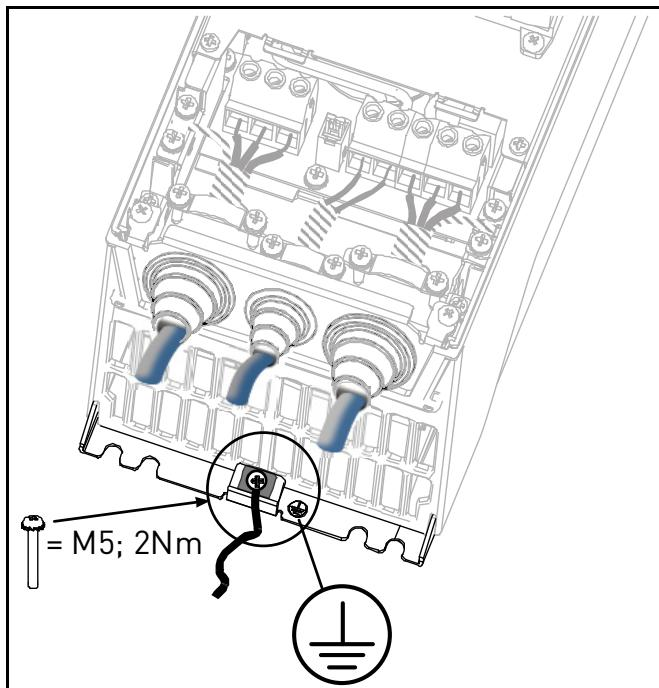

Рисунок 26. Дополнительный соединитель защитного заземления
**ПРИМЕЧАНИЕ.** В соответствии со стандартом EN61800-5-1 необходимо иметь два проводника защиты. См. рис. 26 и главу Заземление и защита от замыкания на землю. Заверните винт M5 и затяните его с моментом 2,0 Нм (17,7 фунт-дюйм).